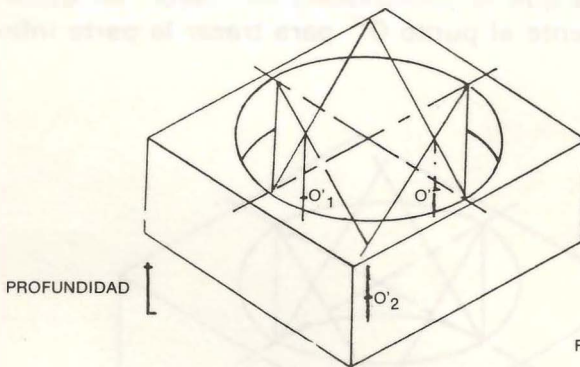

FIG. 43
2. Baje los centros que utilizó para trazar la circunferencia o sea los puntos O , O^1 , O^2 , paralelamente al eje longitudinal del agujero. (Fig. 43).
3. Haciendo centro en los nuevos puntos O^1 y O' hallados trace los arcos pequeños. Estos arcos los limita el borde del agujero y la línea que me indica el límite del arco de radio mayor. (Fig. 43)